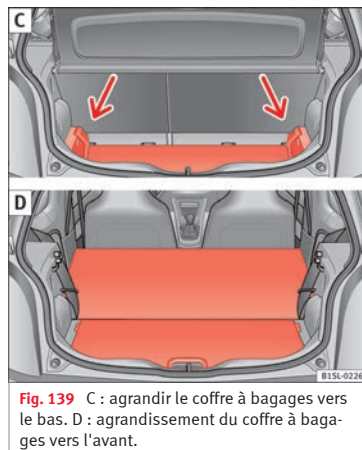

Fig. 139 C : agrandir le coffre à bagages vers le bas. D : agrandissement du coffre à bagages vers l'avant.
- Relevez le plancher du coffre à bagages et poussez-le vers le bas en suivant la glissière » fig. 139 C (flèches).